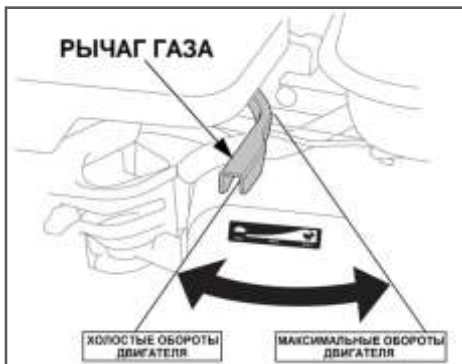

Рис. 10
4. Переведите рычаг газа на 1/3 хода в сторону положения максимальных оборотов двигателя (Рис. 10).